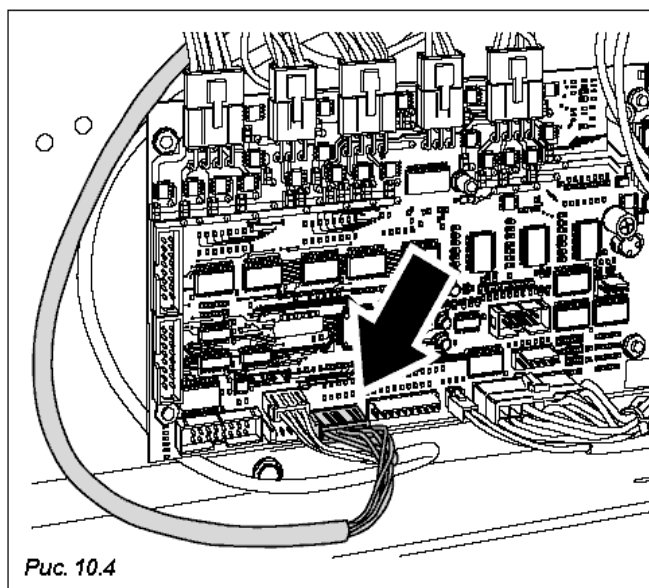

Рис. 10.4
- Вставьте разъем выходящего сверху соединительного кабеля торгового автомата мод. BVM676 slave (Рис.10.3) в гнездо на плате торгового автомата мод. BVM951/BVM971 (Рис. 10.4).